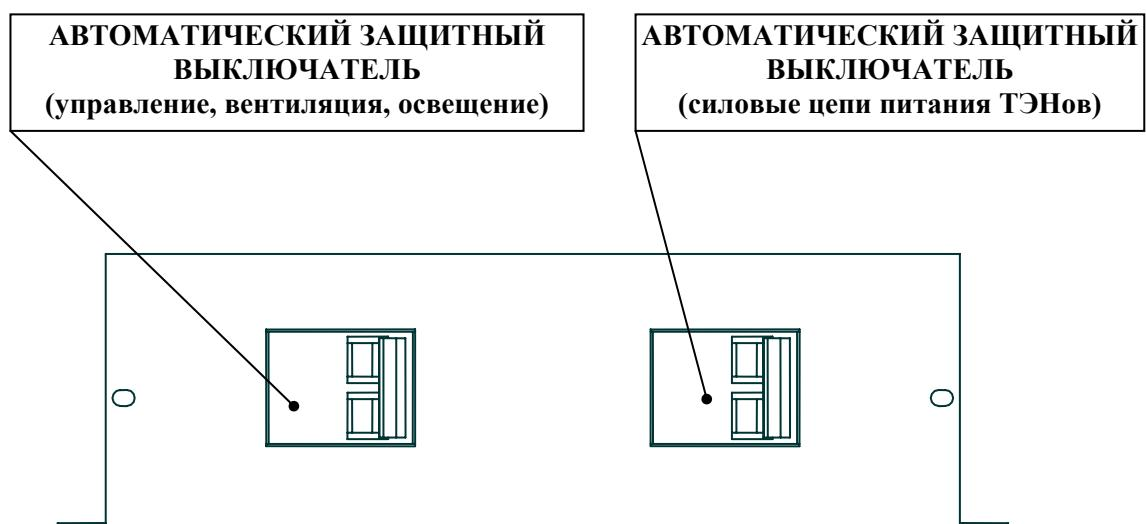

Рис. 2. Распределительный блок витрины «НЕМАН П»
- Электрическая система включает в себя панель управления, распределительный блок, нагревательные элементы (для электрической оттайки испарителя), панель вентиляторов испарителя, встроенный светильник. На панели управления, расположенной вверху витрины, находятся выключатели питания и освещения, электронный регулятор (контроллер). Распределительный блок электрооборудования с автоматическими защитными выключателями располагается сверху на корпусе витрины (см. рис. 1а-1б, рис. 2).